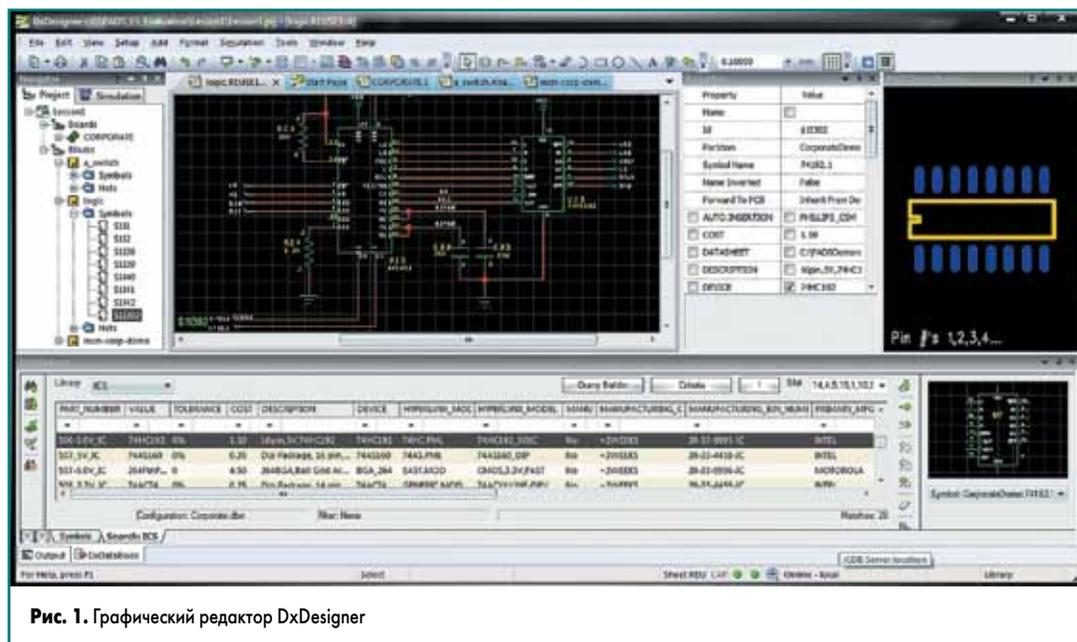

Рис. 1. Графический редактор DxDesigner
- PADS Logic и DxDesigner — графические редакторы для создания принципиальных схем устройств. Позволяют выполнять проектирование различных электрических схем для последующей разводки на печатной плате. DxDesigner (рис. 1) интегри-